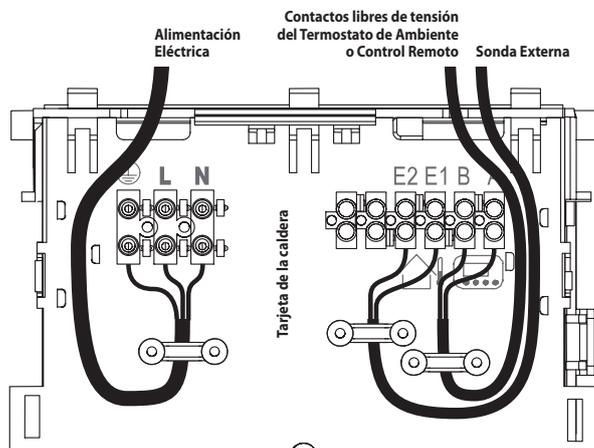

Figura 4.9
- Conecte el cable de alimentación eléctrica al interruptor omnipolar respetando la correspondencia de la línea (hilo marrón) y del neutro (hilo azul claro) (Figura 4.9).
Para conectar un termostato de ambiente use los bornes indicados en la Figura 4.9. La instalación del termostato de ambiente excluye la del control remoto. Cuando se conecta cualquier tipo de termostato de ambiente, debe quitarse el puente eléctrico presente entre "A" y "B". Los conductores eléctricos del termostato de ambiente se deben conectar entre los bornes "A" y "B", como en la Figura 4.9.